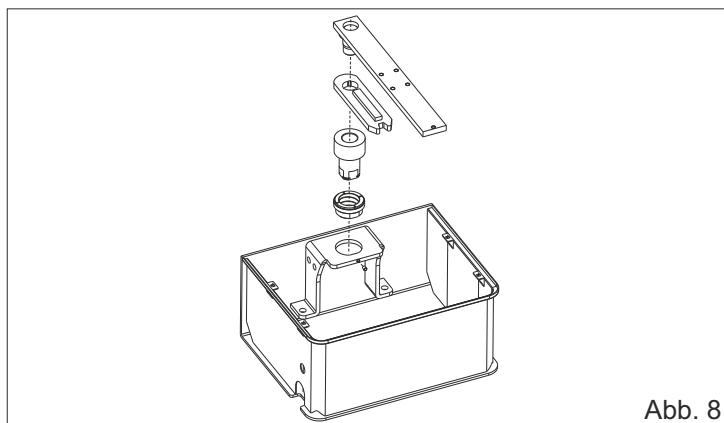

Abb. 8
**2.4.** Die Buchse in das Gehäuse einsetzen und mit der dafür vorgesehenen Schraube befestigen (Abb. 8).
**2.5.** Alle Teile wie in Abb. 8 montieren.